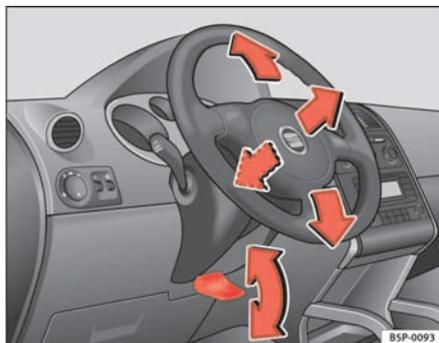

Fig. 128 Réglage de la position du volant de direction
- Basculez le levier ⇒ fig. 128 situé sous la colonne de direction vers le bas ⇒ ⚠.